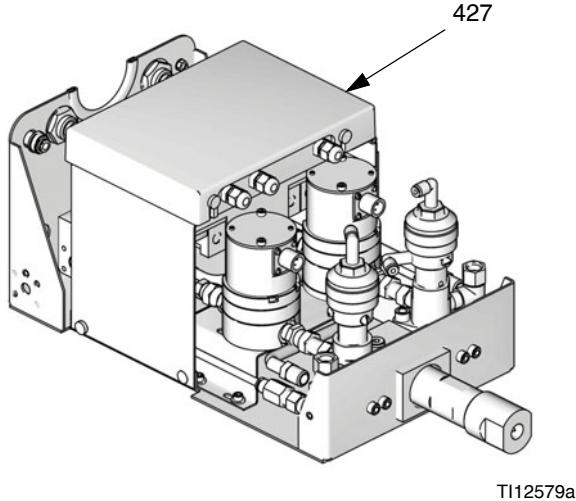

Рис. 27. Снятие крышки платы управления
2. Снимите крышку платы управления (427). Рис. 27.
- Снимите крышку платы управления (427). Рис. 27.